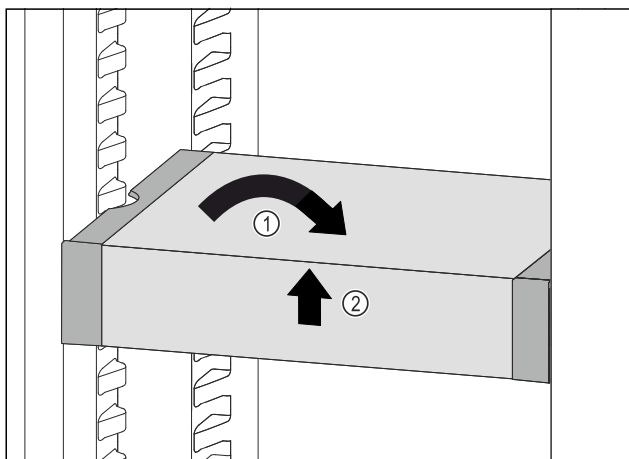

Fig. 120
- ▶ Установите VarioSafe прямо. *Fig. 120 (1)*
- ▶ Приподнимите VarioSafe спереди. *Fig. 120 (2)*